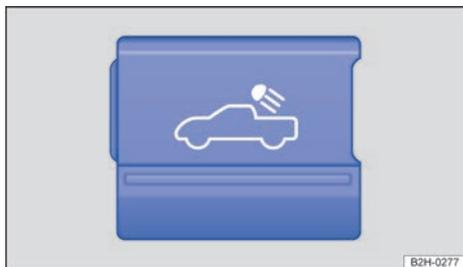

Fig. 78 En la consola central: tecla de la luz de la superficie de carga.
La luz de la superficie de carga se enciende pulsando la tecla → fig. 78 con el encendido *desconectado*.
- Pulsando la tecla → fig. 78.
- Presione el mando ① A hacia la izquierda o hacia la derecha.
- **O BIEN:** pulse la tecla → fig. 78.
- **O BIEN:** presione el mando ① hasta situarlo en la posición central.